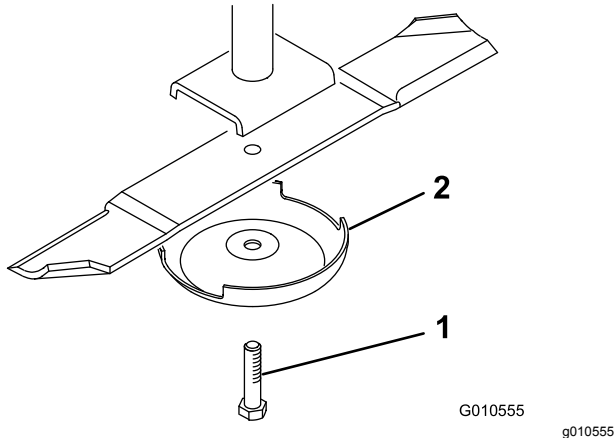

Figure 27
2. Tenez la lame par son extrémité avec un chiffon ou un gant épais. Enlevez le boulon, la coupelle de protection et la lame de l'axe de pivot (Figure 27).